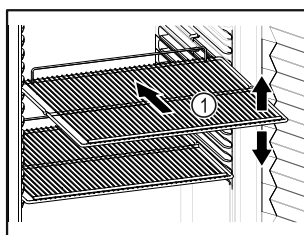

Fig. 71 Príklad zobrazenia
- Ak sa dajú odkladacie rošty Fig. 71 (1) premiestniť, prispôbte výšku.